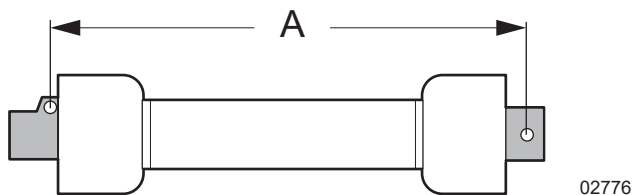

Figure 2 – Mesure A
A	La distance entre les verrous de culasse de l'arbre de prise de mouvement. Voir Figure 2.
- Mesurez la distance entre les deux verrous de culasse de l'arbre de prise de mouvement. Cette mesure est **A**. Voir Figure 2.